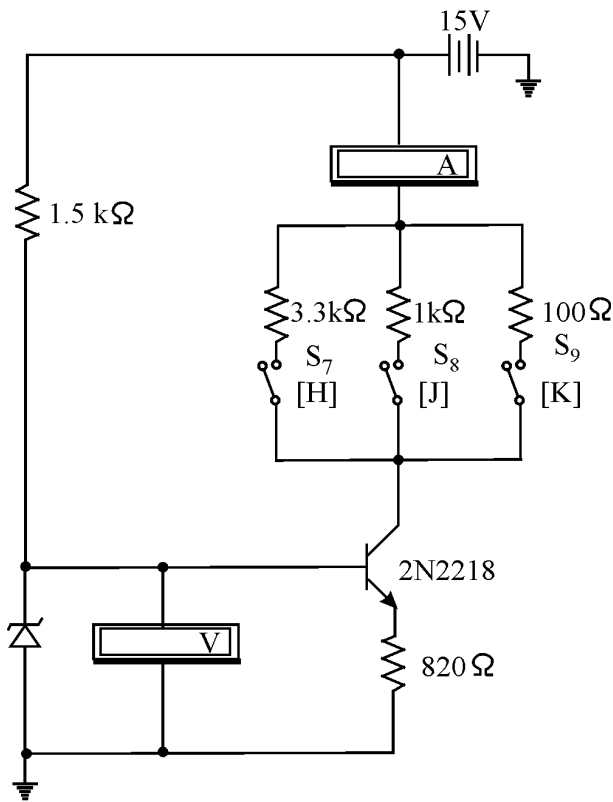

Рис.1.11. Источник тока
4.1. Соберите схему транзисторного источника тока на 5 мА (рис.1.11). Ключом S_8 включите в цепь коллектора сопротивление 1 кОм. Включите схему.